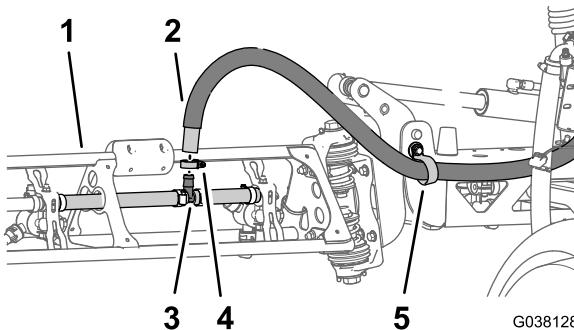

图82
3. 将右喷洒臂供水软管穿过中央喷洒臂段端部的支撑夹具 图82。
4. 将右喷洒臂供水软管安装到右喷洒臂段的 T 形接头上 图82。